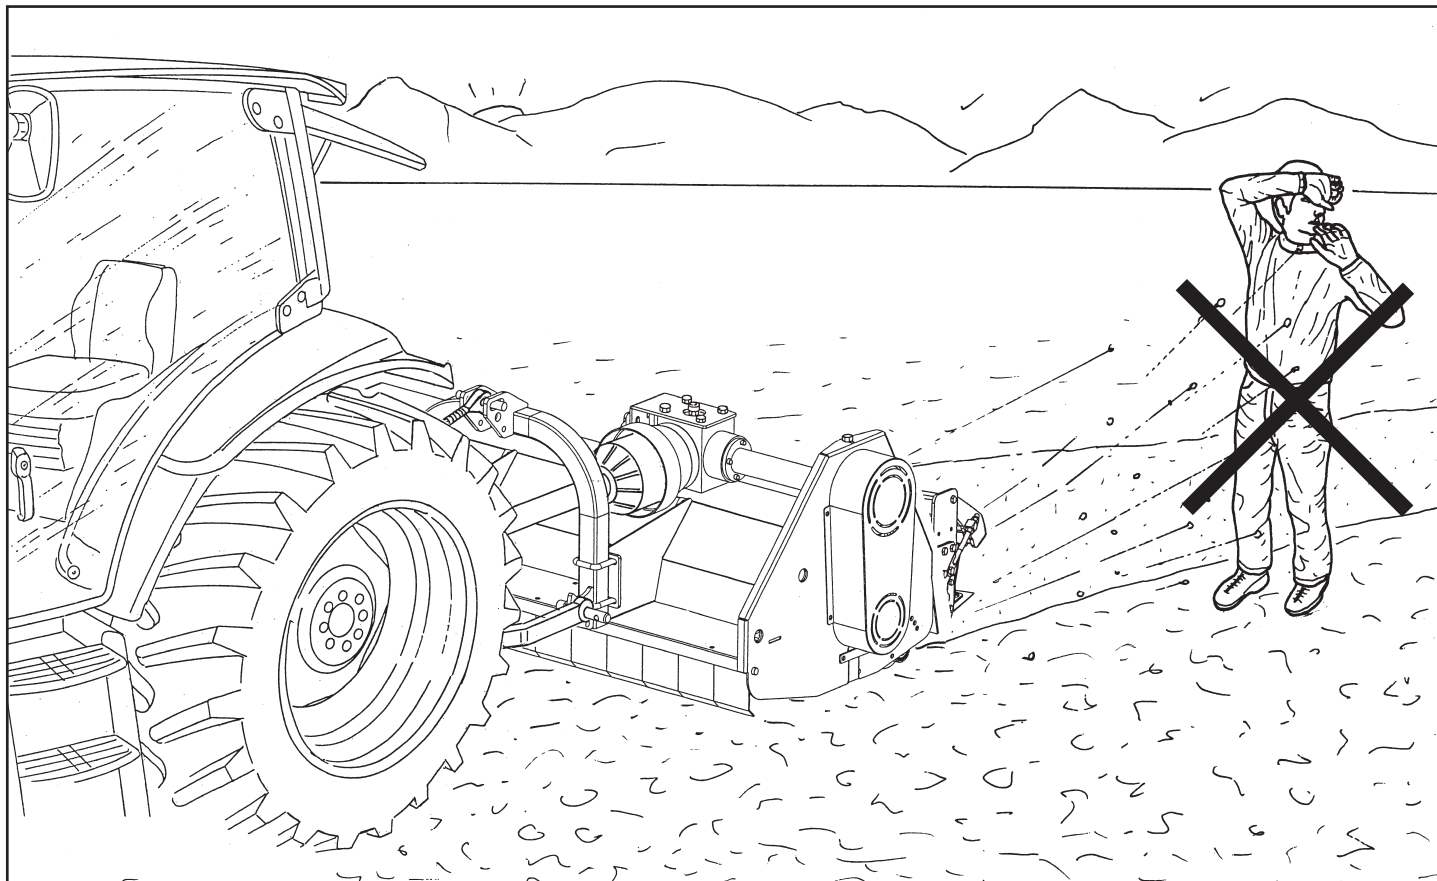
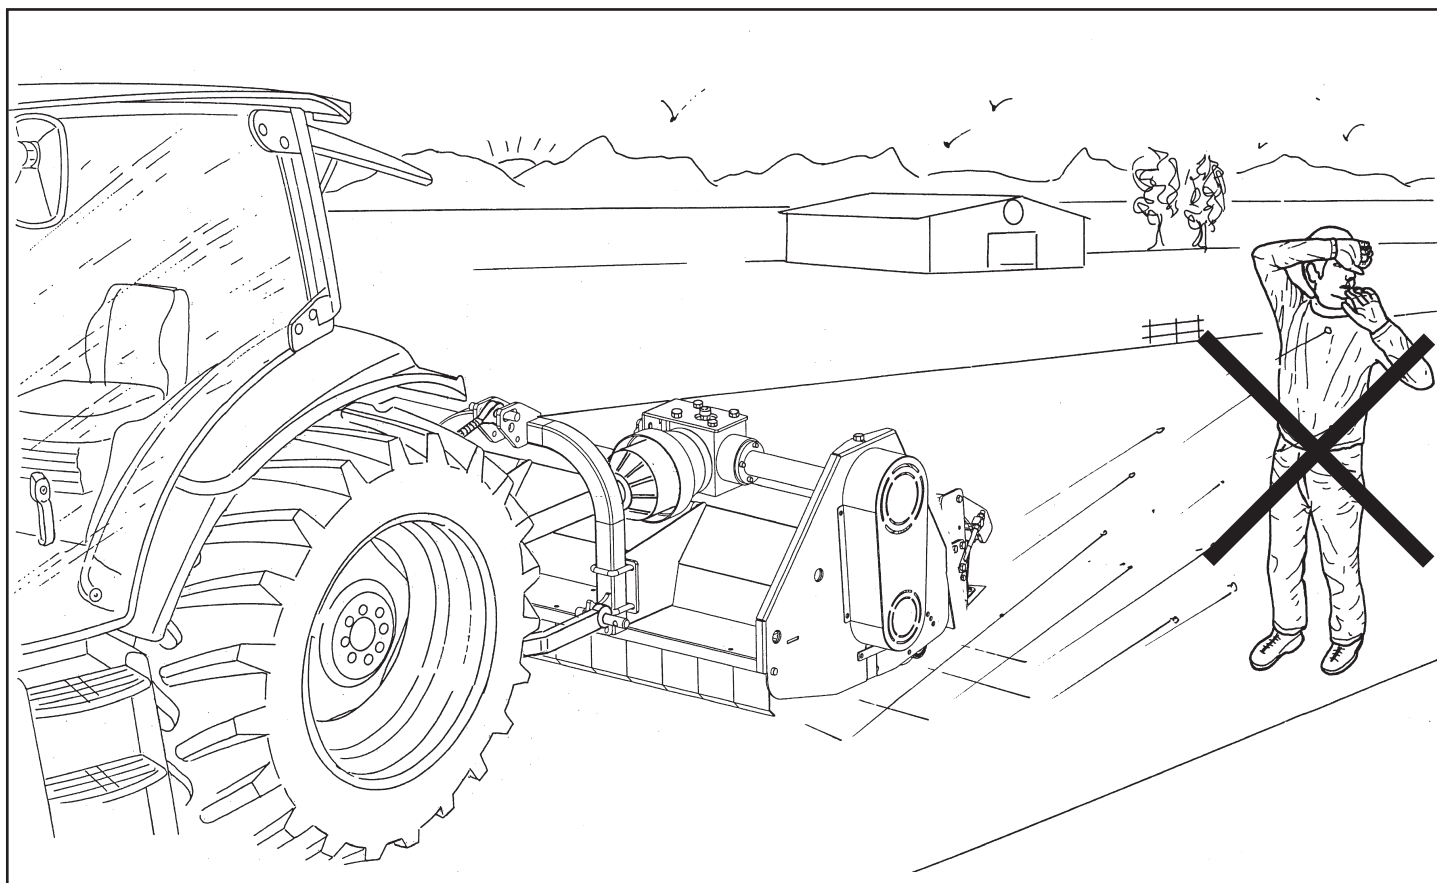

Fig. 4
Fig. 4A
- Gli utensili in rotazione, possono essere causa di proiezione di materiale con grave rischio per l'incolumità di una persona che dovesse essere colpita; si ribadisce quindi ulteriormente il divieto per chiunque di avvicinarsi alla macchina quando è in lavoro (**Fig. 4**) o anche solo in movimento e a maggior ragione quando è sollevata dal terreno (**Fig. 4A**). È responsabilità del conducente della trattrice sorvegliare che nessuno si avvicini alla macchina in funzione e di spegnerla in caso contrario.
- The rotating tools can cause material to be thrown off with serious risk for the safety of the person who gets struck; therefore, no one must approach the machine when it is in operation (**Fig. 4**) or even if it is just moving, and all the more, when it is raised off the ground (**Fig. 4A**). It is the tractor driver's responsibility to make sure no one approaches the machine while it is in operation, and to switch it off otherwise.